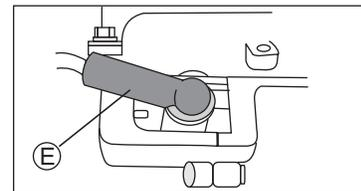

Fig. 34
3. Pull out noise suppressor cap "E" (Fig. 34).